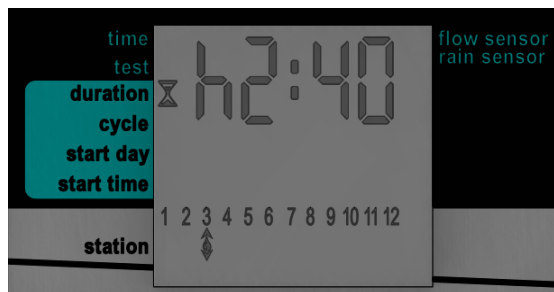

Рисунок 15: Экран продолжительности полива
1. Нажмите **↶** до появления экрана продолжительности полива (рис. 15).